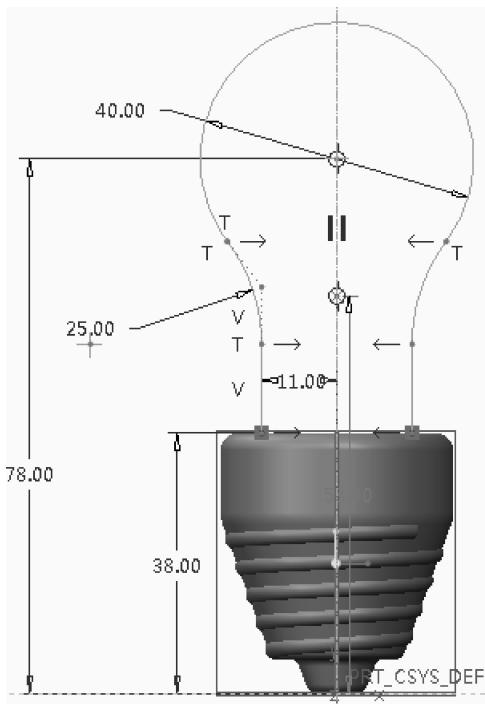
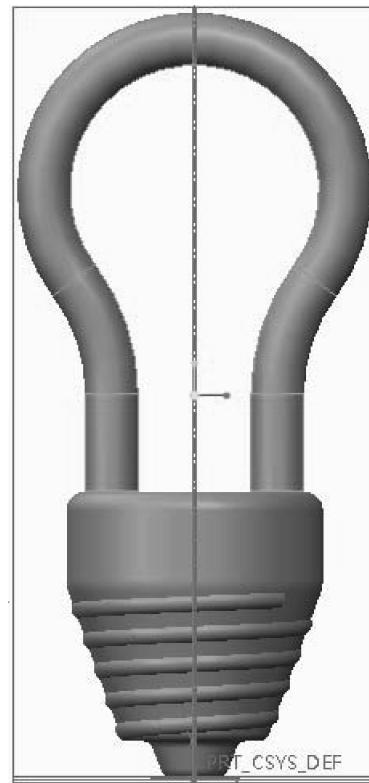

图 4-20 轨迹草图
图 4-23 扫描结果
为草绘平面，单击 **草绘** 按钮，进入草绘环境，绘制如图 4-20 所示的轨迹草图，单击 **✓** 按钮完成草绘。
3) 确认 **□** 和 **—** 按钮被按下，选取图 4-20 所示的轨迹草图为扫描轨迹。单击 **草绘** 按钮进入草绘环境，绘制如图 4-22 的扫描截面尺寸。单击 **✓** 按钮完成截面绘制，生成如图 4-23 所示的扫描结果。